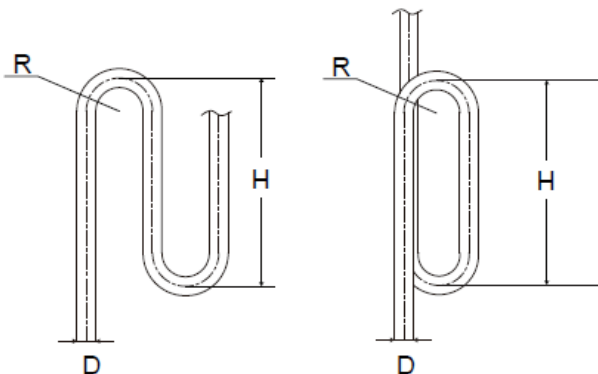

Figura 4.8
- Atunci când unitatea externă se află deasupra unității interne, iar diferența de nivel depășește 20 m, se recomandă să se instaleze un cot de întoarcere a uleiului la fiecare interval de 10 m pe conducta de gaz a tevi principale. Specificațiile recomandate ale cotului de retur al uleiului sunt prezentate în Figura 4.8.
- 3 Cerinta 3:** Cea mai mare diferenta de nivel dintre unitatea interna si unitatea externa nu trebuie sa depaseasca 110 m (daca unitatea externa este deasupra) sau 110 m (daca unitatea externa este dedesubt). In plus: (i) daca unitatea externa este deasupra si diferenta de nivel este mai mare de 20m, se recomanda ca un cot de retur de ulei cu dimensiunile specificate in figura 4.8 sa fie amplasat la fiecare 10m in conducta de gaz a conductei principale; si (ii) daca diferenta de nivel este mai mare de 40m (unitatea externa este dedesubt) sau 50m (unitatea externa este deasupra), dimensiunea conductei principale (L1) ar trebui sa fie marita conform tabelului 4.7.